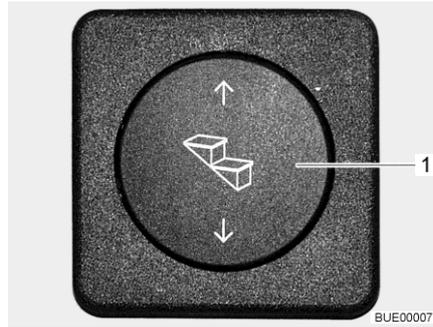

Fig. 2 Interruttore di comando scalino di ingresso
- Premere in basso l'interruttore a bilico (Fig. 2,1) fino a che lo scalino di ingresso è stato completamente estratto.
- Premere in alto l'interruttore a bilico (Fig. 2,1) fino a che lo scalino di ingresso è completamente inserito.